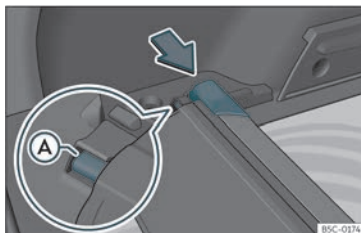

Fig. 121 Al maleter: allotjament per guardar la safata enrotllable.
- Premeu el capçal de la safata enrotllable en el sentit de la fletxa fins encaixar-lo en l'allotjament previst a tal efecte»» fig. 121. Assegureu-vos que el patí Ⓐ encaixa en el lloc corresponent.